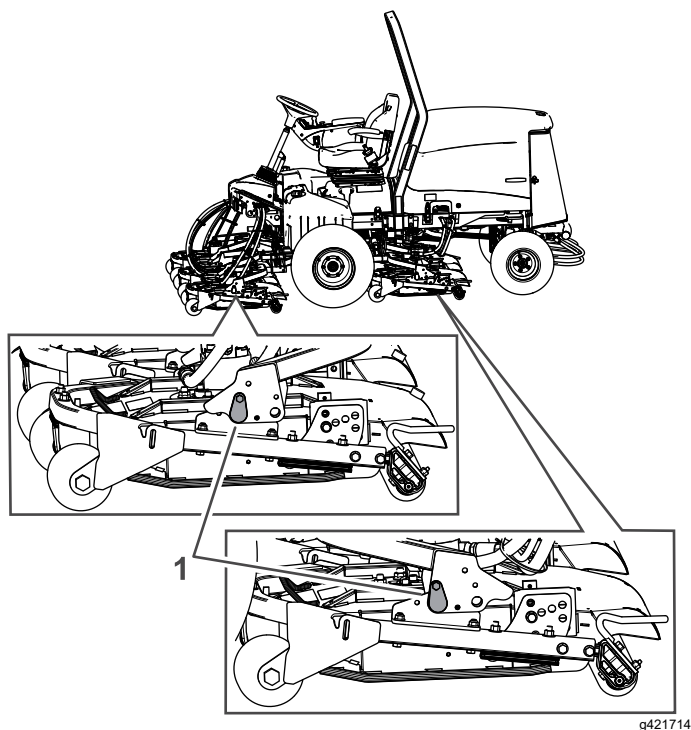

Figura 20
**Importante:** El acceso a las unidades de corte traseras mejora en gran medida si se retira la unidad de corte de la máquina. Baje las unidades de corte y retire las unidades de corte de los bastidores retirando los pernos y pasadores que se indican en la Figura 20.